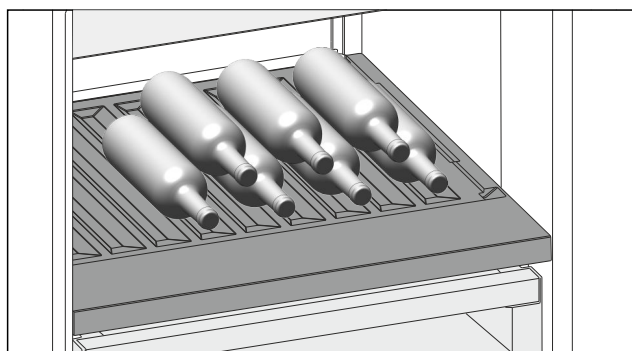

Fig. 153 Ilustrační zobrazení
- Láhve ukládejte dnem dozadu k zadní stěně. (viz Fig. 153)